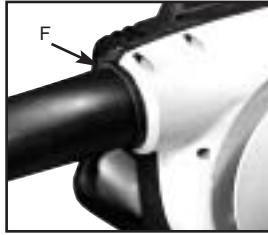

Fig. 4-3B
2. Push tube in to ridge (F) and twist counterclockwise 3/8 turn to lock into position (Figure 4-3B).
2. Pousser le tube dans le rebord (F) et le tourner à gauche de 3/8 de tour pour le verrouiller en position (Figure 4-3B).